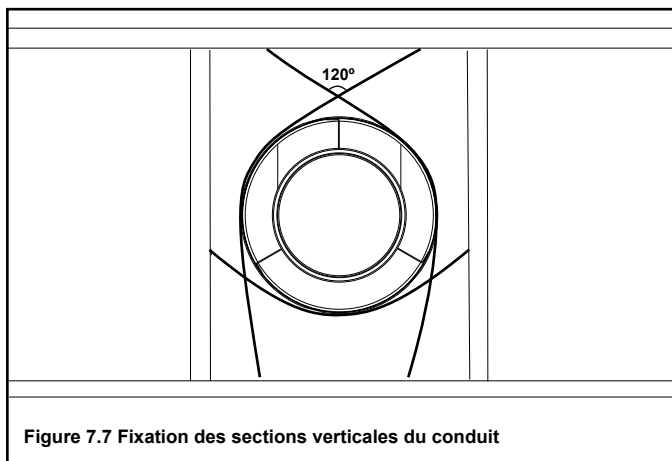

Figure 7.7 Fixation des sections verticales du conduit
- Des supports de conduit ou des bandes d'attache (espacés de 120°) peuvent être utilisés à cette fin. Voir les figures 7.7 et 7.8.